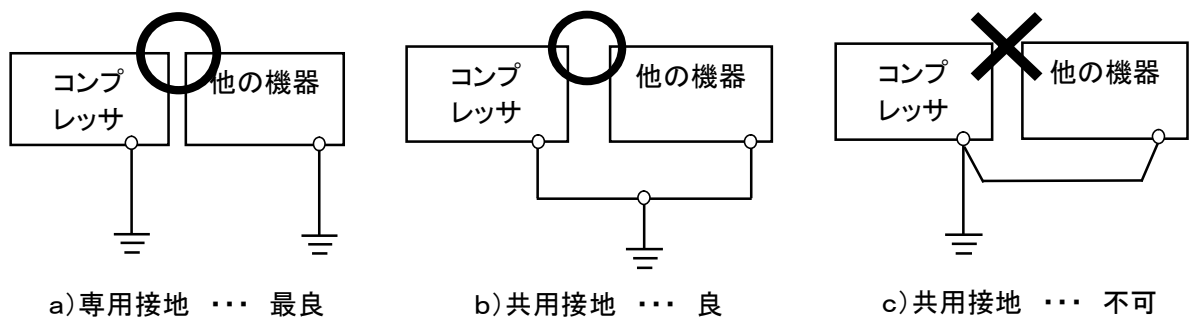

図4.7 接地方法
- 1) コンプレッサの接地はできる限り専用接地としてください。（図4.7-a）
- 2) 専用接地とすることができない場合は、接地点（配電盤のアース端子等）で他の機器と接続するように施工してください。（図4.7-b）
- 3) コンプレッサのアース端子に他の機器からのアース線を接続する共有接地（図4.7-c）は行わないでください。